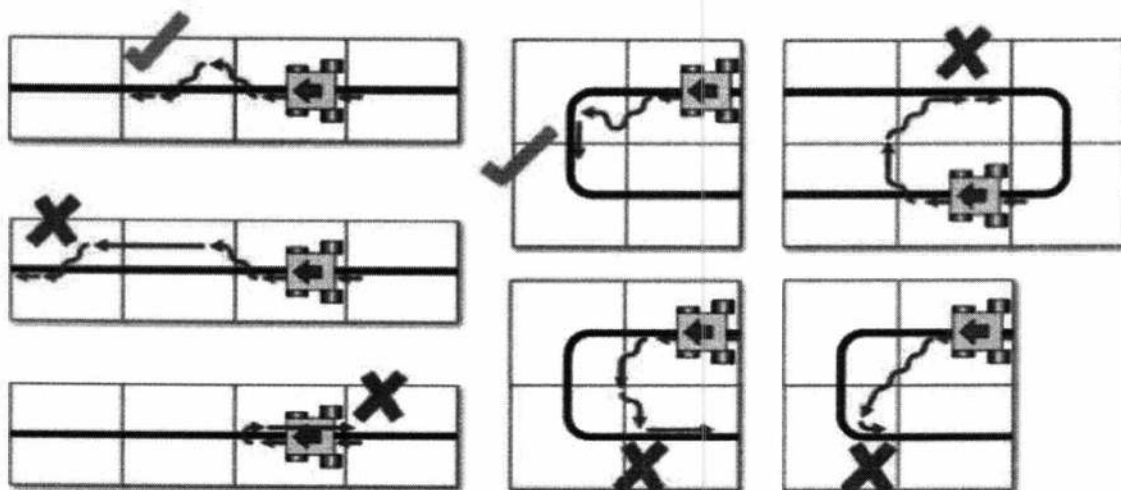

Рис.8. Примеры потери роботом линии.
- робот потерял чёрную линию и не вернулся на нее на следующей клетке (по направлению движения робота) (см. рис. 8);